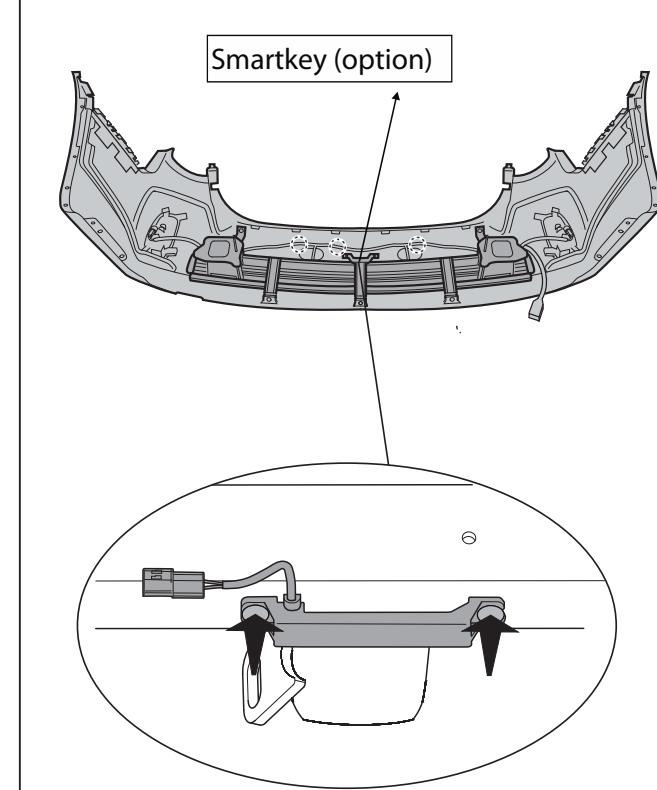

Fig. 3
4. **Внимание, если имеются:** Демонтируйте парковочный датчик. См. рисунок 3